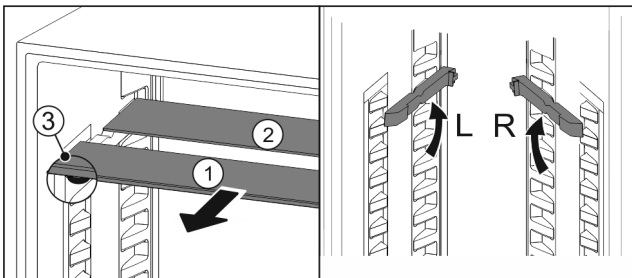

Fig. 97
- Посуньте Fig. 97 (1) скляну панель вперед.
- ▷ Скляна панель Fig. 97 (1) з декоративною планкою лежить спереду.
- ▷ Стопори Fig. 97 (3) показують вниз.